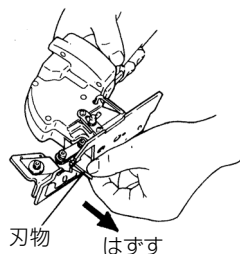

図 11
- (2) ベースの下方より、刃物を持ち、下方にはずします。(図 11)